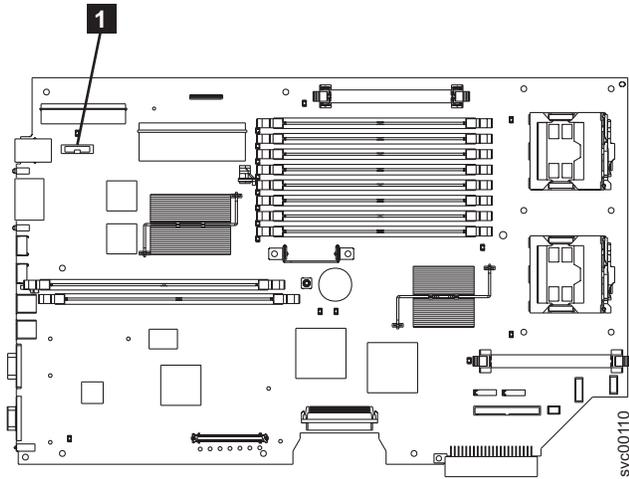

図 144. SAN ボリューム・コントローラー 2145-8F2 または SAN ボリューム・コントローラー 2145-8F4 上の CMOS バッテリーの位置
1. 新しいバッテリーをバッテリー・ソケットに挿入します。178 ページの図 144 は、バッテリー・ソケットの位置 (1) を示しています。